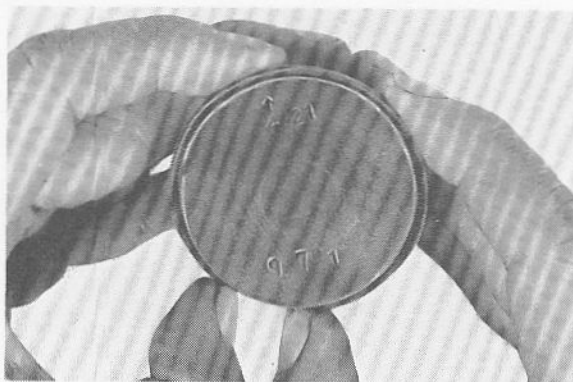

Fig. 3-3-9
1. Remove piston rings. (Fig. 3-3-9)
1. Enlever le segment de piston. (Fig. 3-3-9)